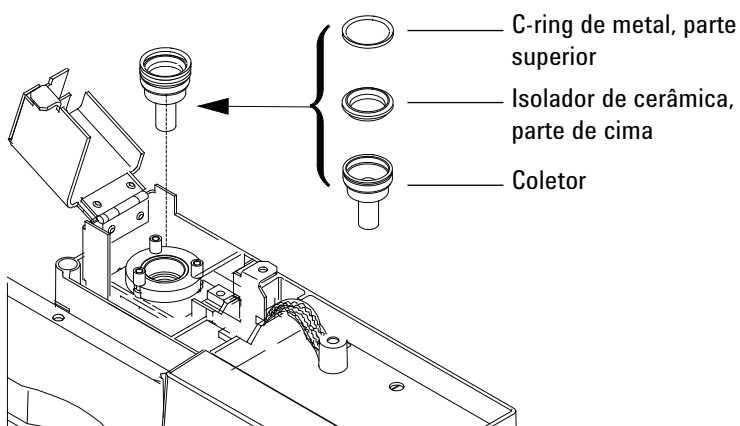

Figura 7 Coletor do NPD, isolador superior e c-ring de metal
- 20 Instale o c-ring de metal inferior, o isolador de cerâmica inferior e o c-ring de metal superior. Consulte Figura 7.